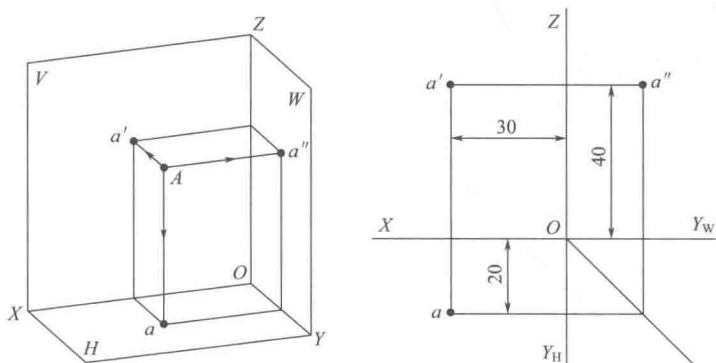

图 1-2 点的 X 、 Y 、 Z 坐标与长、宽、高尺寸的关系
① 形成立体表面形状和内部结构的基本几何元素是点、线、面，因此，循序渐进地弄清它们的投影规律很有必要。
② 点的三面投影依然遵循九个字“长对正、高平齐、宽相等”的三等规律。
③ 在数学中，空间点的位置往往用 (X, Y, Z) 三个空间坐标来表示，而在工程图纸中，是用长、宽、高三个空间尺寸来表达。例如，空间 A 点的坐标是 $(30, 20, 40)$ ，则工程图纸表示 A 点所处的空间位置：长度尺寸为 30、宽度尺寸为 20、高度尺寸为 40。如图 1-2 所示。